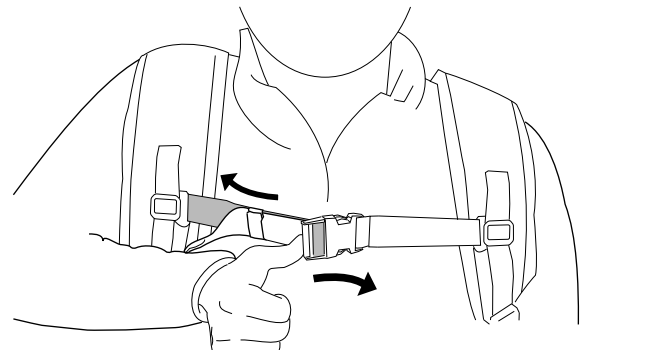

Figure 10
7. Si la sangle de poitrine est trop serrée, poussez le dispositif de réglage vers le côté pour l'allonger (Figure 10).